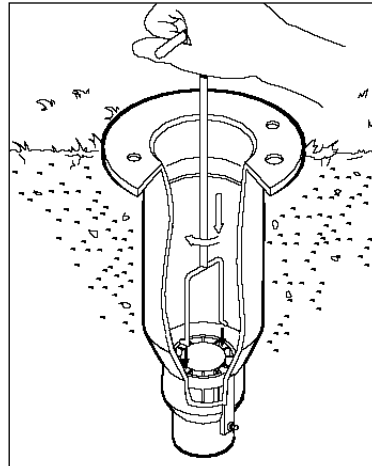

Abbildung 4
2. Der Ventilausbauhaken (Teile-Nr. 995-08) wird in das Regnergehäuse und durch das Ventil geführt. Durch eine leichte Drehung die Haken in Eingriff bringen und das Ventil gerade nach oben herausziehen (**Abb. 4**).